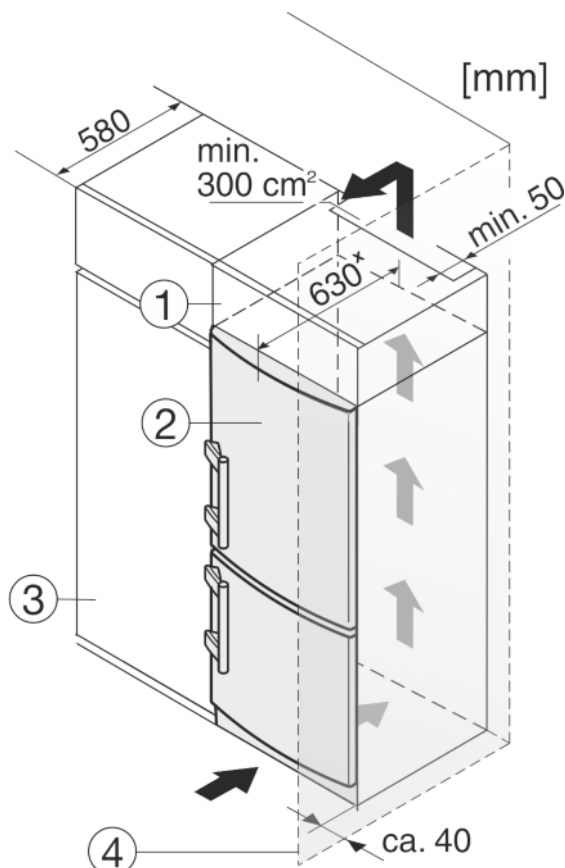

Fig. 8
Urządzenie może zostać obudowane szafkami kuchennymi. Aby dopasować urządzenie Fig. 8 (2) do wysokości ciągu szafek kuchennych, można nad urządzeniem umieścić odpowiednią szafkę nasadzaną Fig. 8 (1).
W przypadku obudowania szafkami kuchennymi (głębokość maks. 580 mm) urządzenie można ustawić bezpośrednio obok szafki kuchennej Fig. 8 (3). Urządzenie wystaje z boku o 34 mmx i na środku urządzenia o 50 mmx w stosunku do frontu szafek kuchennych.
Jeżeli urządzenie będzie ustawiane z zawiasami do ściany *Fig. 8 (4)*, to pomiędzy urządzeniem i ścianą należy zachować minimalny odstęp, wynoszący 40 mm. Na taką odległość wystaje klamka przy otwartych drzwiach.